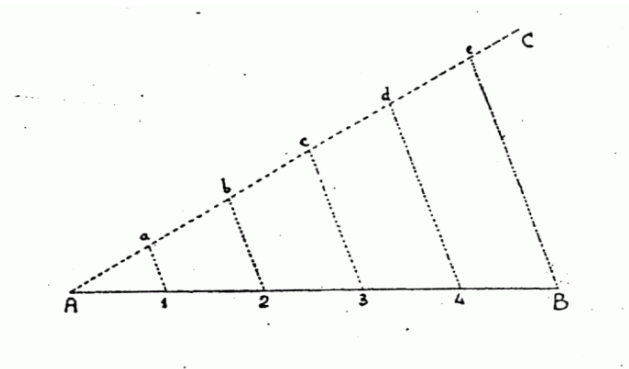

Figura 2
- Esercizio n.2 Dividere un segmento in un numero qualunque di parti (Figura 2)